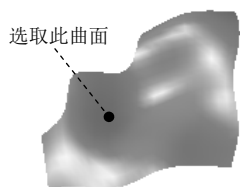
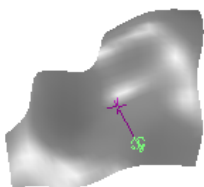

图 6.1.3 定义附着面
图 6.1.4 出现箭头
Step3. 定义边界的附着面和边界位置。选取图 6.1.3 所示的曲面为边界的附着面，此时在所选取的曲面上出现图 6.1.4 所示的箭头。移动鼠标，将箭头移动到图 6.1.5 所示的位置单击鼠标左键，此时系统自动生成创建的边界预览。